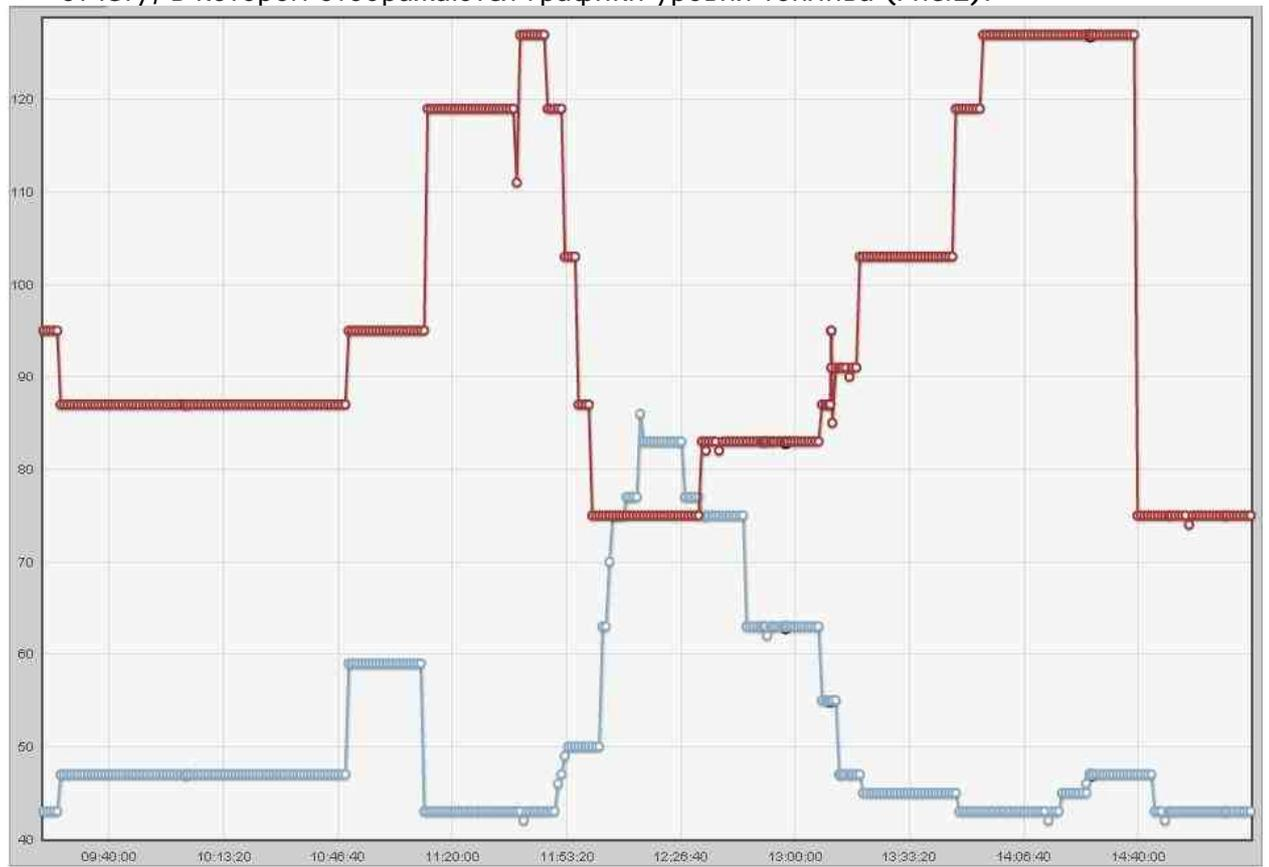

Рисунок 2
3.4. Контроль правильности подключения и тарировки можно проконтролировать по отчету, в котором отображаются графики уровня топлива (Рис.2):